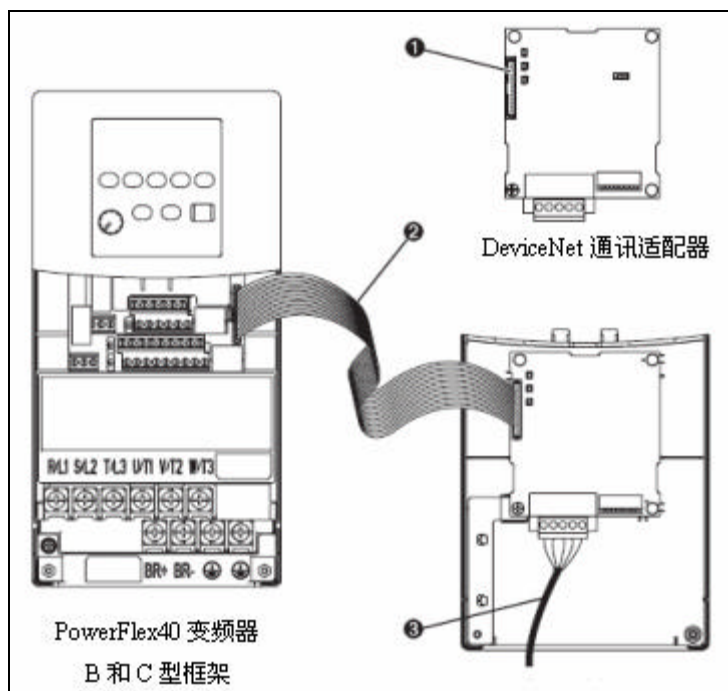

图 3-27 安装 22-COMM-D 通讯适配器
1. PowerFlex 40&400 变频器通过 22-COMM-D 适配器接入 DeviceNet 网络 如图 3-27 所示：